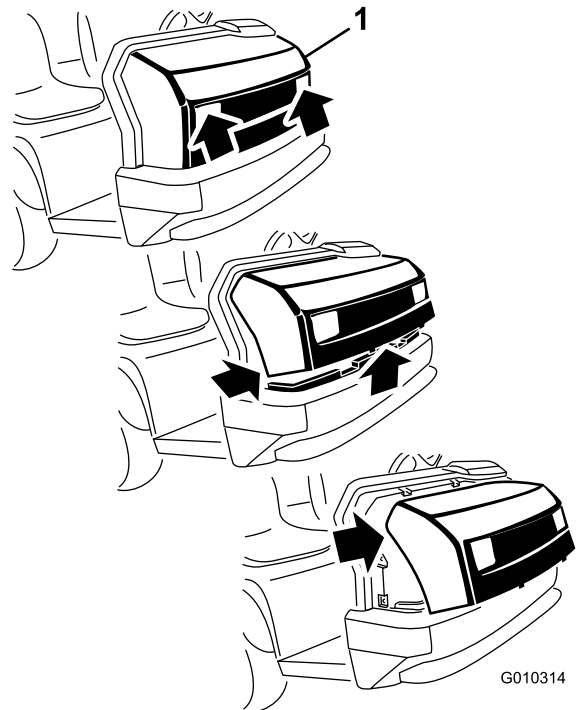

図 35
1. ヘッドライトの開口部でフードをつかみ、フードを持ち上げて、下側の取り付けタブをフレームの穴から外す 図 35。
2. フードの下側を手前に持ち上げて、上部の取り付けタブをフレームのスロットから引き抜けるようにする 図 35。
- フードの上側を前に倒し、ヘッドライトからワイヤコネクタを抜く 図 35。
- 上側の取り付けタブをフレームの穴に差し込む 図 35。
- 下側の取り付けタブをフレームの穴に差し込む 図 35。